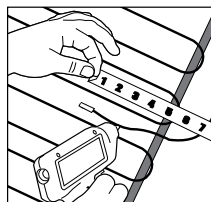

Figure 7. Emplacement du capteur de température du sol
6. Pour les installations comprenant un thermostat, le capteur de plancher à basse tension doit être placé entre les boucles créées par le câble et maintenu en place avec une petite quantité de diluant ou de colle chaude. Voir la figure 7.